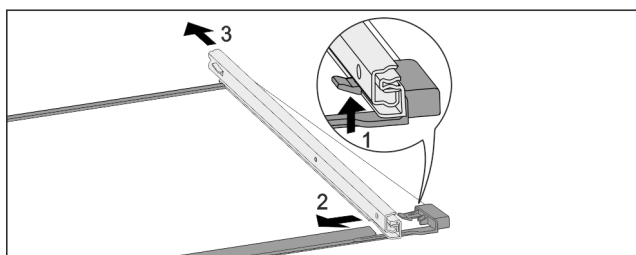

Fig. 174 Placa de sticlă cu șine
- ▶ Apăsăți în sus cârligul de blocare frontal. Fig. 174 (1)
- ▶ Îndepărtați șinele de extragere prin împingere în lateral Fig. 174 (2) și spre spate Fig. 174 (3).